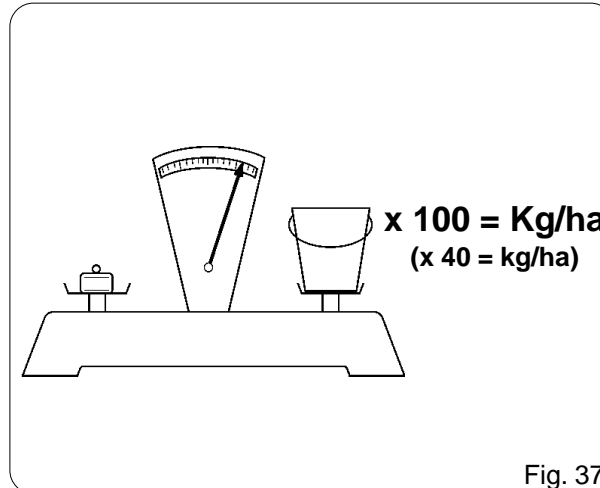

Fig. 37
7) Pesare la quantità di seme raccolto nelle vaschette e moltiplicarlo per 100 o per 40 in base alle rotazioni compiute, il valore ottenuto sarà la quantità in chilogrammi distribuita per ettaro (Fig. 37).
7) Weigh the seed collected in the bins and multiply the weight by 100 or 40, depending on the number of rotations made. The value obtained is the number of kilograms distributed per hectare (Fig. 37).
7) Die in den Sammelbehältern gesammelte Saatgutmenge wiegen und unter Bezug auf die durchgeführten Drehungen mit 100 oder 40 multiplizieren. Das Ergebnis ist die in Kilogramm pro Hektar ausgestreute Saatgutmenge (Abb. 37).
7) Peser la quantité de semences contenue dans les bacs et la multiplier par 100 ou par 40 (selon les tours effectués); la valeur obtenue correspond à la quantité en kilogrammes distribuée sur un hectare (Fig. 37).
7) Pesar la cantidad de semilla recogida en las cubetas y multiplicarlo por 100 o por 40 según de las rotaciones efectuadas, el valor obtenido será igual a la cantidad en kilogramos distribuida por hectárea (Fig. 37).